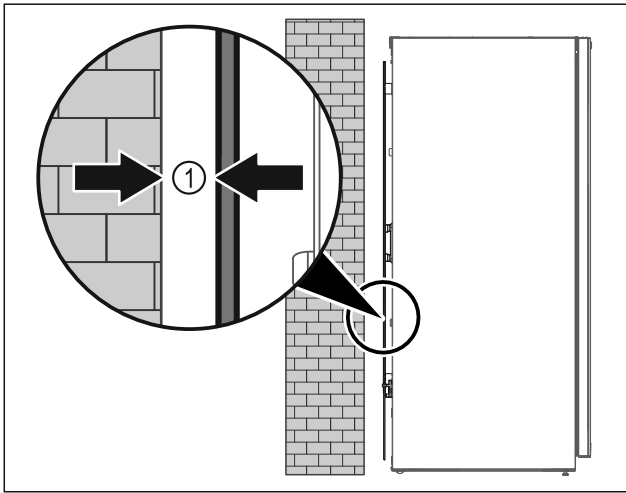

Fig. 52
- Gerät entweder frei im Raum oder direkt an einer Wand mit einem Mindestabstand von 5 mm Fig. 52 (1) aufstellen.